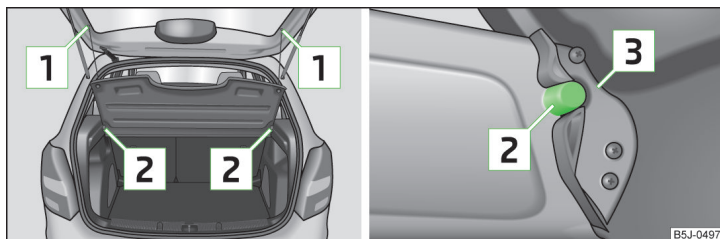

Fig. 64 Demontarea copertinei portbagajului
- Desprindeți benzile de susținere » fig. 64.
- Poziționați elementele de prindere ale capacului » fig. 64 peste elementele de susținere pe capitonajul lateral.
- Elementele de prindere ale capacului » fig. 64 trebuie să fie fixate în elementele de susținere ale capitonajului lateral .